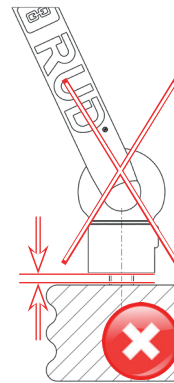
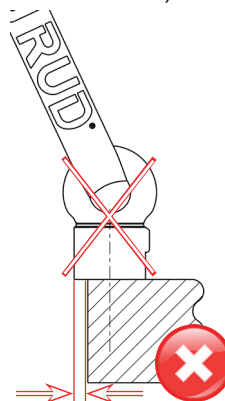

Abb. 11: Der Anschlagpunkt muss vollständig eingeschraubt sein.
Abb. 12: TXP muss vollflächig aufliegen (Auflage $\geq D$)
- Schrauben Sie den Anschlagpunkt immer vollständig ein (siehe Abb. 11).
- Stellen Sie sicher, dass die Auflagefläche mindestens dem Durchmesser D des TXP-Anschlagpunktes entspricht. TXP-Anschlagpunkte müssen vollflächig aufliegen (Auflage $\geq D$) (vgl. Abb. 12 und Tabelle 4).
- Die Auflagefläche des TXP muss eben und vollflächig auf der Anschraubfläche aufliegen (siehe Abb. 11 und Abb. 12).